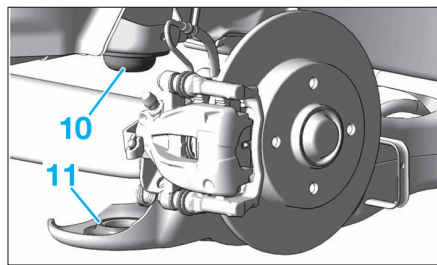

FIG. 60
- Déposer la coupelle (10) et (11) (Fig.60).
- A l'aide d'un vérin, lever le train AR de X = 160.5 mm (Fig.60).